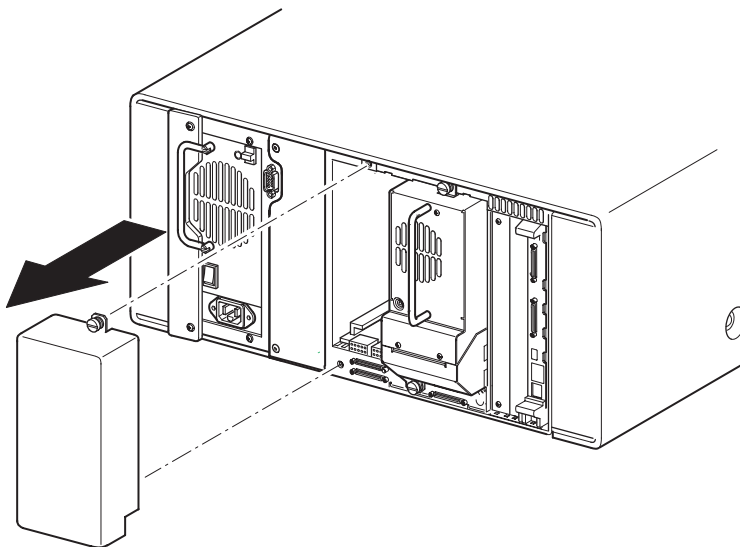

Figura D-1. Rimozione del pannello di riempimento dall'alloggiamento dell'unità a nastro
2. Rimuovere il pannello di riempimento che ricopre l'alloggiamento dell'unità a nastro su cui si vuole intervenire (vedere la Figura D-1). Conservare il pannello di riempimento per un eventuale utilizzo futuro.